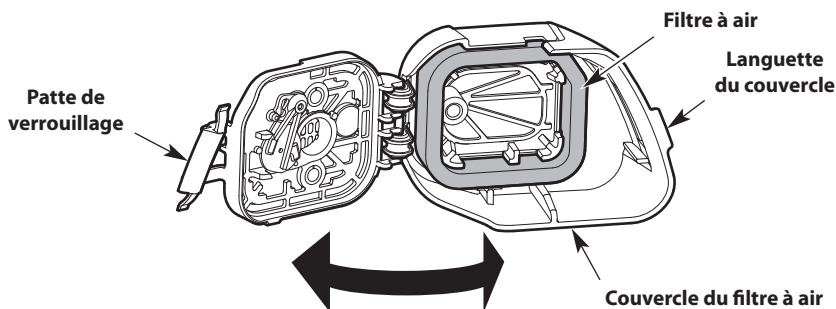

Fig. 18
1. Ouvrez le couvercle du filtre à air : Faites un crochet avec vos doigts derrière la languette du couvercle. Pour déverrouiller le couvercle du filtre à air, tirez-le vers la gauche, en l'éloignant du moteur. Vous devrez peut-être tirer fortement. Faites basculer le couvercle du filtre vers la droite (Fig. 18).
2. Retirez le filtre à air de l'intérieur du couvercle du filtre (Fig. 18).
6. Réinstallez le filtre à air à l'intérieur du couvercle (Fig. 18).
7. Fermez le couvercle du filtre à air : basculez le couvercle du filtre vers la gauche et appuyez dessus jusqu'à ce que la patte de verrouillage s'enclenche en position fermée (Fig. 18).